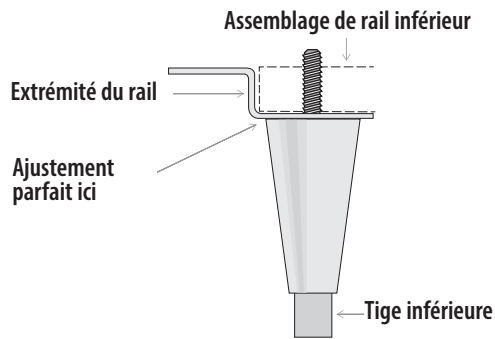

Fig. 4. Diagramme des pieds de mise à niveau.
Si des roulettes ou des pieds de mise à niveau **sont utilisés**, faites pivoter l'appareil sur le patin (voir fig. 4) et consultez les instructions d'installation des pieds ou des roulettes de mise à niveau (p. 12).
Fig. 4. Faites pivoter l'appareil sur le patin. Lorsque vous soulevez l'appareil, n'utilisez pas les comptoirs, les portes, les tiroirs ou les grilles comme point de levage.
3. Vissez les pieds de mise à niveau dans le rail du châssis ou le fond de l'appareil. Voir fig. 4 et 5.
5. Si l'appareil n'est pas à niveau, soulevez délicatement et fixez l'extrémité inférieure de l'appareil. Ensuite, à l'aide d'une clé à molette, vissez ou dévissez les tiges inférieures du pied de mise à niveau pour mettre l'appareil à niveau et le fixer. Voir fig. 4 et 6.